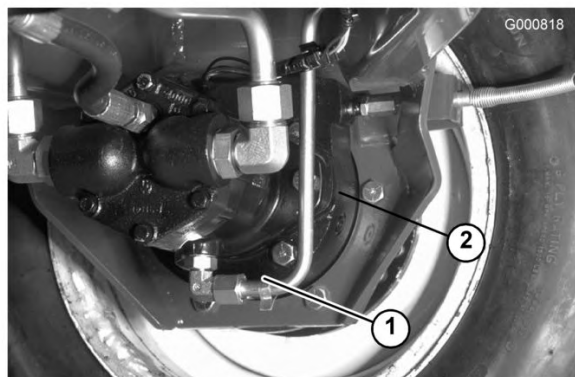

Bild 66
3. Entfernen Sie beide Schrauben von der Unterseite des Kurbelgehäuses und lassen Sie das Öl (Bild 66) ab.